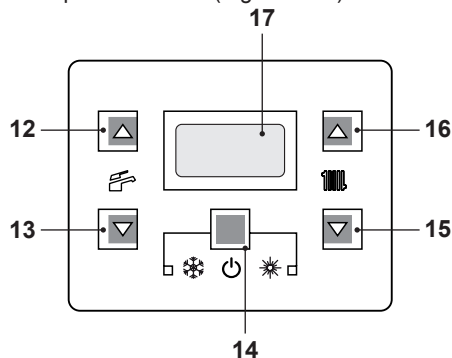
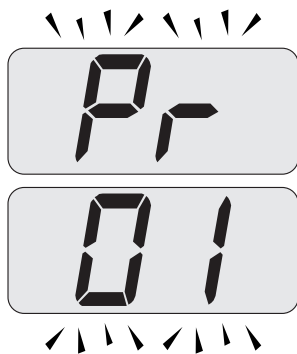
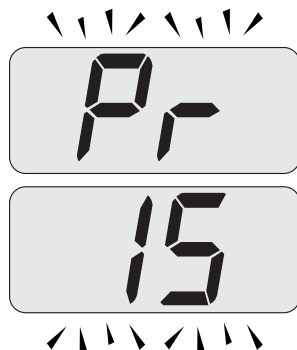

Figura 5.31
Figura 5.32
Figura 5.33
- Entrare in "modalità programmazione" premendo contemporaneamente per 10 secondi i tasti 14 - 15 - 16 (Figura 5.31) fino a far apparire sul display LCD le lettere **Pr** che si alternano con il codice **01**, indicanti l'entrata nel "parametro 01" (Figura 5.32).
- Scorrere i vari parametri utilizzando i tasti 15 o 16 fino a far apparire sul display LCD le lettere **Pr** che si alternano con il codice **15**, indicanti l'entrata nel "parametro 15" (Figura 5.33).
- Premere contemporaneamente i tasti 14 e 16 (Figura 5.31) fino a far apparire sul display LCD il valore del parametro 15 (Figura 5.34).
- Premendo il tasto 14 (Figura 5.31) si ottiene la conferma del valore inserito.
- Premendo contemporaneamente i tasti 14 e 15 (Figura 5.31) si esce senza modificare il valore (ritorno alla lista parametri Figura 5.33)
- Premendo contemporaneamente per 10 secondi i tasti 14 - 15 - 16 (Figura 5.31) si esce dalla "modalità programmazione".
Comunque se la temperatura ambiente non dovesse essere confortevole si può aumentare o diminuire la temperatura di mandata dell'impianto riscaldamento di $\pm 15^\circ\text{C}$ agendo sui tasti 15 (diminuzione) e 16 (aumento) (Figura 5.31).